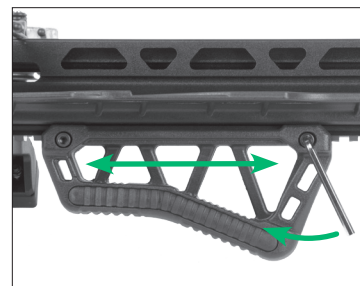

FIGURA 10
**Para ajustar el guardamano** (Parte 15), afloje los dos tornillos del guardamano que se encuentran del lado izquierdo de la ballesta, como se ve en la Figura 10. Una vez suelto, puede deslizar el guardamano hacia adelante o hacia atrás a lo largo del riel picatinny inferior. Cuando haya terminado, apriete los tornillos para fijarlo en su lugar.